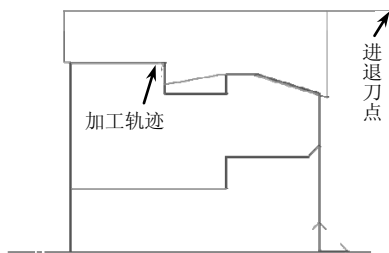

图 6-142 精车加工外圆轨迹
(3) 确定进退刀点 指定一点作为刀具加工前和加工后所在的位置，如图 6-142 所示。要保证选取的点在进退刀时不会与工件发生干涉。
(4) 生成刀具轨迹 当确定好进退刀点后，系统会自动生成绿色的刀具轨迹，如图 6-142 所示。